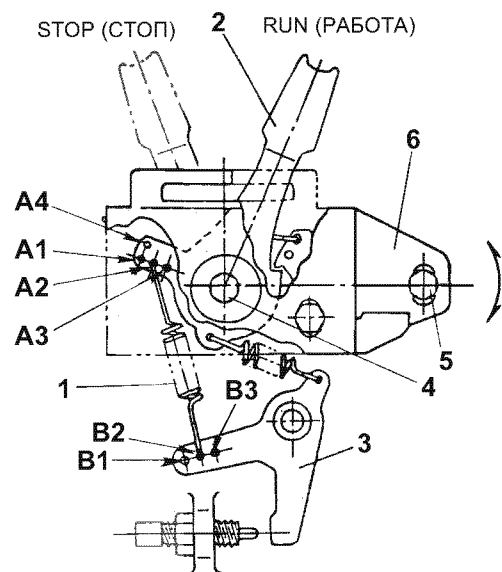

Рис. 50
2. Проверьте отверстие А или В, где установлена пружина регулятора (**Рис. 50, (1)**).
Имеются 4 отверстия А1 - А4 для рычага регулировки оборотов двигателя (**Рис. 50, (2)**) и 3 отверстия В1 - В3 для рычага регулировки оборотов двигателя (**Рис. 50, (3)**), и выбирается по одному из них.
1. Установите рычаг регулировки оборотов двигателя (**Рис. 50, (2)**) в положение RUN (РАБОТА) и запустите двигатель.
2. Немного ослабьте болты (**Рис. 50, (4)**) и (**Рис. 50, (5)**) и сдвиньте кронштейн (**Рис. 50, (6)**) в направлении стрелки, чтобы получить указанную максимальную скорость без нагрузки N.
3. Удерживайте кронштейн, пока поддерживается указанная скорость, и затяните болты (**Рис. 50, (5)**) and (**Рис. 50, (4)**).